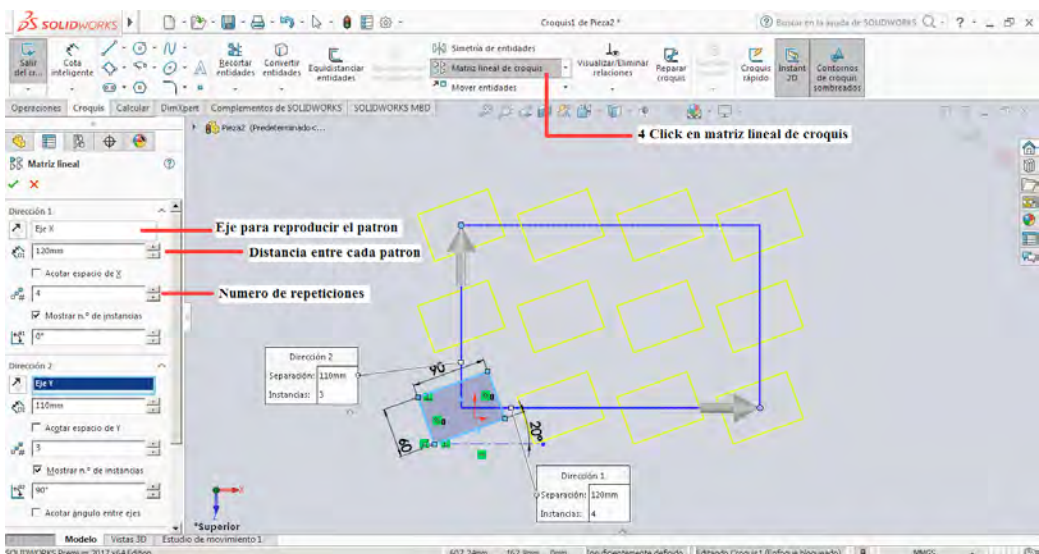

Figura 2-7
4. Posteriormente se realiza Click sobre la herramienta matriz Lineal de Croquis esta herramienta de SolidWorks permite seleccionar una entidad (2D) y replicarla en número de veces que el usuario lo desee en los ejes X y Y teniendo en cuenta algunos parámetros como los que se muestran en la figura 2-7 y se realiza finalmente click en aceptar para reproducir el patrón.